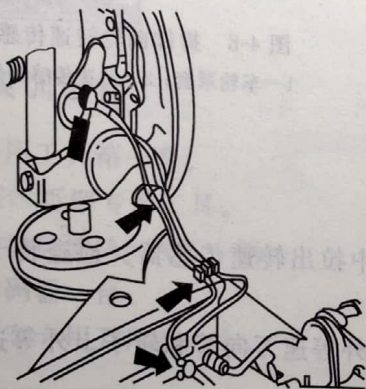

图 4-13 拆卸导线
③ 举升起汽车。从固定夹(见图 4-13 箭头)上拆下转速传感器导线, 拆下转速传感器卡夹。